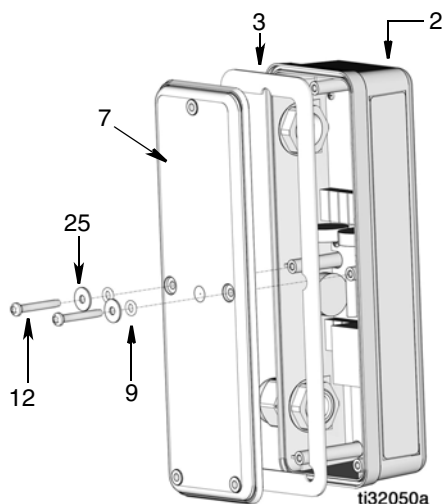

FIG. 11
18. Montare la guarnizione (3) nel pannello di copertura del PAC (7) (FIG. 11).
19. Installare il pannello di copertura sulla cassetta elettronica del PAC (2). Verificare che tutti i fori delle viti nel pannello di copertura e nella cassetta siano correttamente allineati (FIG. 11).
20. Montare i due o-ring (9), le rondelle (25) e le viti (12) per fissare il pannello di copertura del PAC (2) (FIG. 11).